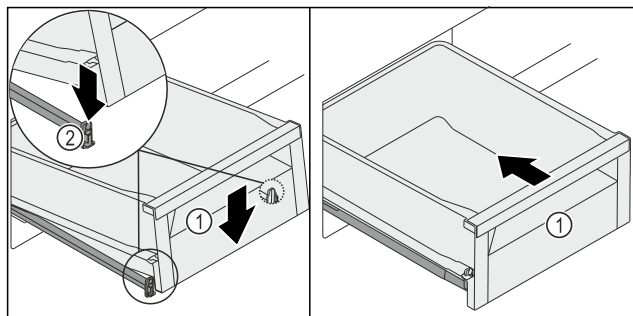

Fig. 127
- ▶ Abbassare il cassetto Fig. 127 (1) in avanti, in modo che lo stesso si inserisca tramite scorrimento a sinistra e a destra nel morsetto Fig. 127 (2).
- ▶ Il cassetto Fig. 127 (1) si innesta in modo percepibile.
- ▶ Inserire il cassetto Fig. 127 (1).